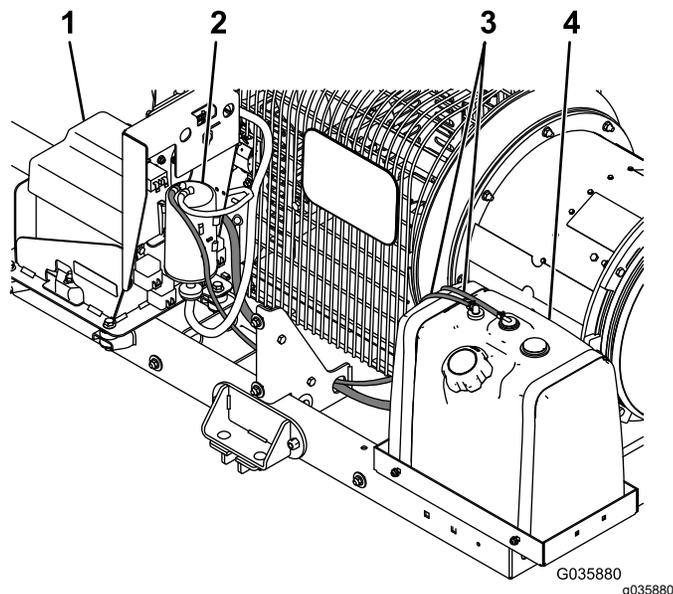

Рисунок 1
5. Снимите шланги топливного бака с машины и удалите их в отходы (**Рисунок 1**).
6. Снимите детали крепления и хомуты, которые крепят бак к машине, и удалите их в отходы вместе с баком (**Рисунок 1**).
7. Отсоедините оставшиеся шланги от фильтра с угольным элементом (**Рисунок 1**).
8. Снимите крышку аккумуляторной батареи и аккумуляторную батарею (**Рисунок 1**); см. *Руководство оператора*.
9. Снимите и удалите в отходы фильтр с угольным элементом (**Рисунок 1**).